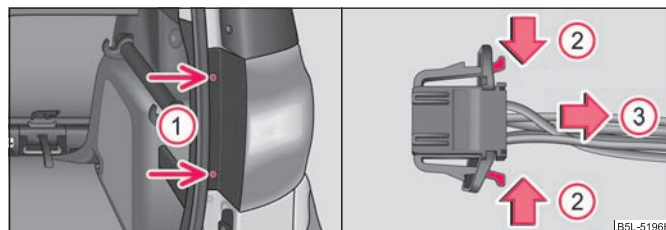

Fig. 203 Desmontar la unidad de luces traseras / separar el conector
- Suelte la luz con la ayuda de la llave Torx de la herramienta de a bordo. El lado más corto de la llave sirve para soltar el tornillo y el lado más largo para desenroscar completamente el tornillo (1) ⇒ fig. 203.
- Presionando las pestañas de enclavamiento en la dirección de la flecha (2) y tirando en dirección de la flecha (3) separe el conector ⇒ fig. 203. ■
- Enrosque la luz ⇒ página 249, fig. 203 lado izquierdo.